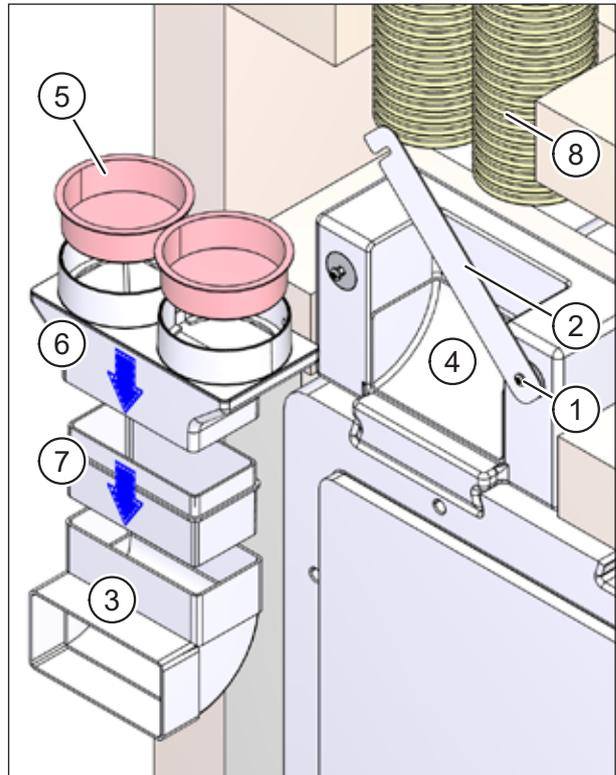

Abb. 29: Flexrohr-Verbindungsstücke zusammensetzen und Flexrohre ablängen
- ▶ Lockern Sie die beiden Kreuzschlitzschrauben (Pos. 1 in Abb. 29) und klappen Sie den Riegel (Pos. 2 in Abb. 29) nach oben.
- ▶ Nehmen Sie den Flachkanal-Winkel (Pos. 3 in Abb. 29) aus dem Kanalanschlussadapter (Pos. 4 in Abb. 29).
- ▶ Entfernen Sie die roten Schutzdeckel (Pos. 5 in Abb. 29) auf dem Flexrohradapter (Pos. 6 in Abb. 29) M-WRG-FRA75 (Art.-Nr. 5056-00/75) oder M-WRG/FRA63 (Art.-Nr. 5056-00/63).
- ▶ Setzen Sie den Formstückadapter M-WRG-FSA lang, Art.-Nr. 5375-00 (Pos. 7 in Abb. 29), in den Flachkanal-Winkel (Pos. 3 in Abb. 29) ein.
Achten Sie darauf, dass Sie den Formstückadapter so einsetzen, dass die kurze Seite nach oben zeigt (siehe Pos. 7 in Abb. 29).
- ▶ Setzen Sie den Flexrohradapter (Pos. 6 in Abb. 29) auf den Formstückadapter (Pos. 7 in Abb. 29) auf und dichten Sie die Verbindungsstelle mit einer Lage Dichtband von 30 mm Breite ab.
- ▶ Setzen Sie die zusammengesetzten Flexrohr-Verbindungsstücke (Pos. 3, 6 und 7 in Abb. 29) probeweise in den Kanalanschlussadapter (Pos. 4 in Abb. 29) ein.
- ▶ Kürzen Sie die Flexrohre (Pos. 8 in Abb. 29) so weit, dass sich diese in den Flexrohradapter (Pos. 6 in Abb. 29) einsetzen lassen.